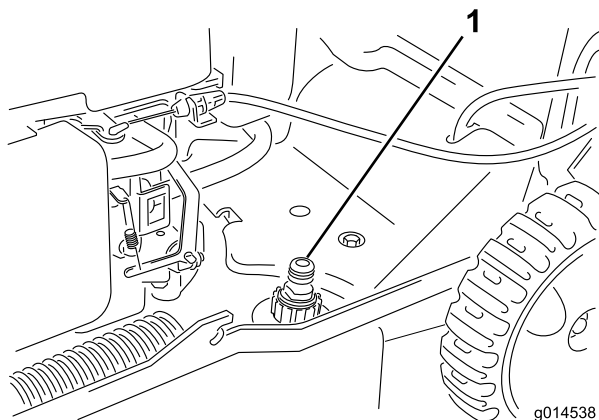

Figura 29
3. Collegate una canna da giardino al rubinetto dell'acqua e al foro di lavaggio (Figura 29).